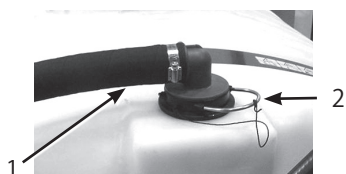

図55
2. タンク上部の太いホースについている赤いフィッティングからリテーナを外す (図55)。
3. タンクからホースを外す (図55)。